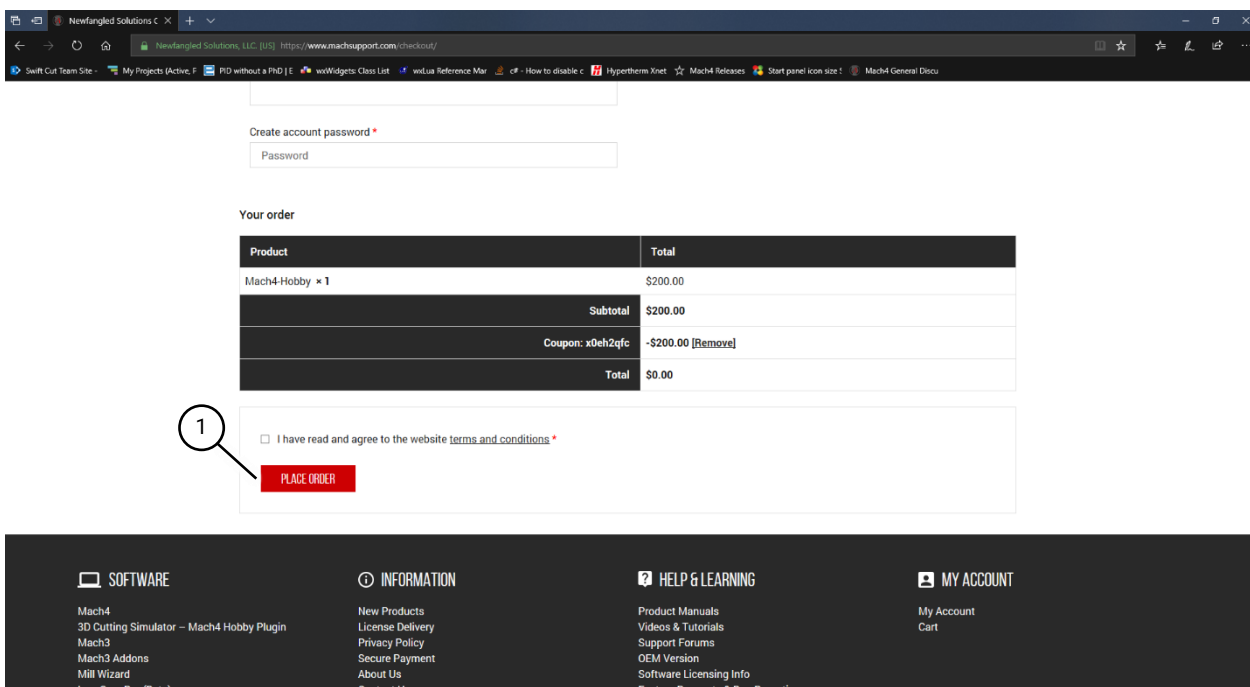

Fig 38 Passer la commande
7. Après avoir rempli tous les détails requis et vérifié l'accord des termes et conditions, sélectionnez le bouton "PASSER LA COMMANDE" (Fig 38 (1)). Un e-mail contenant un lien de téléchargement pour le fichier de licence sera envoyé à l'adresse e-mail fournie.